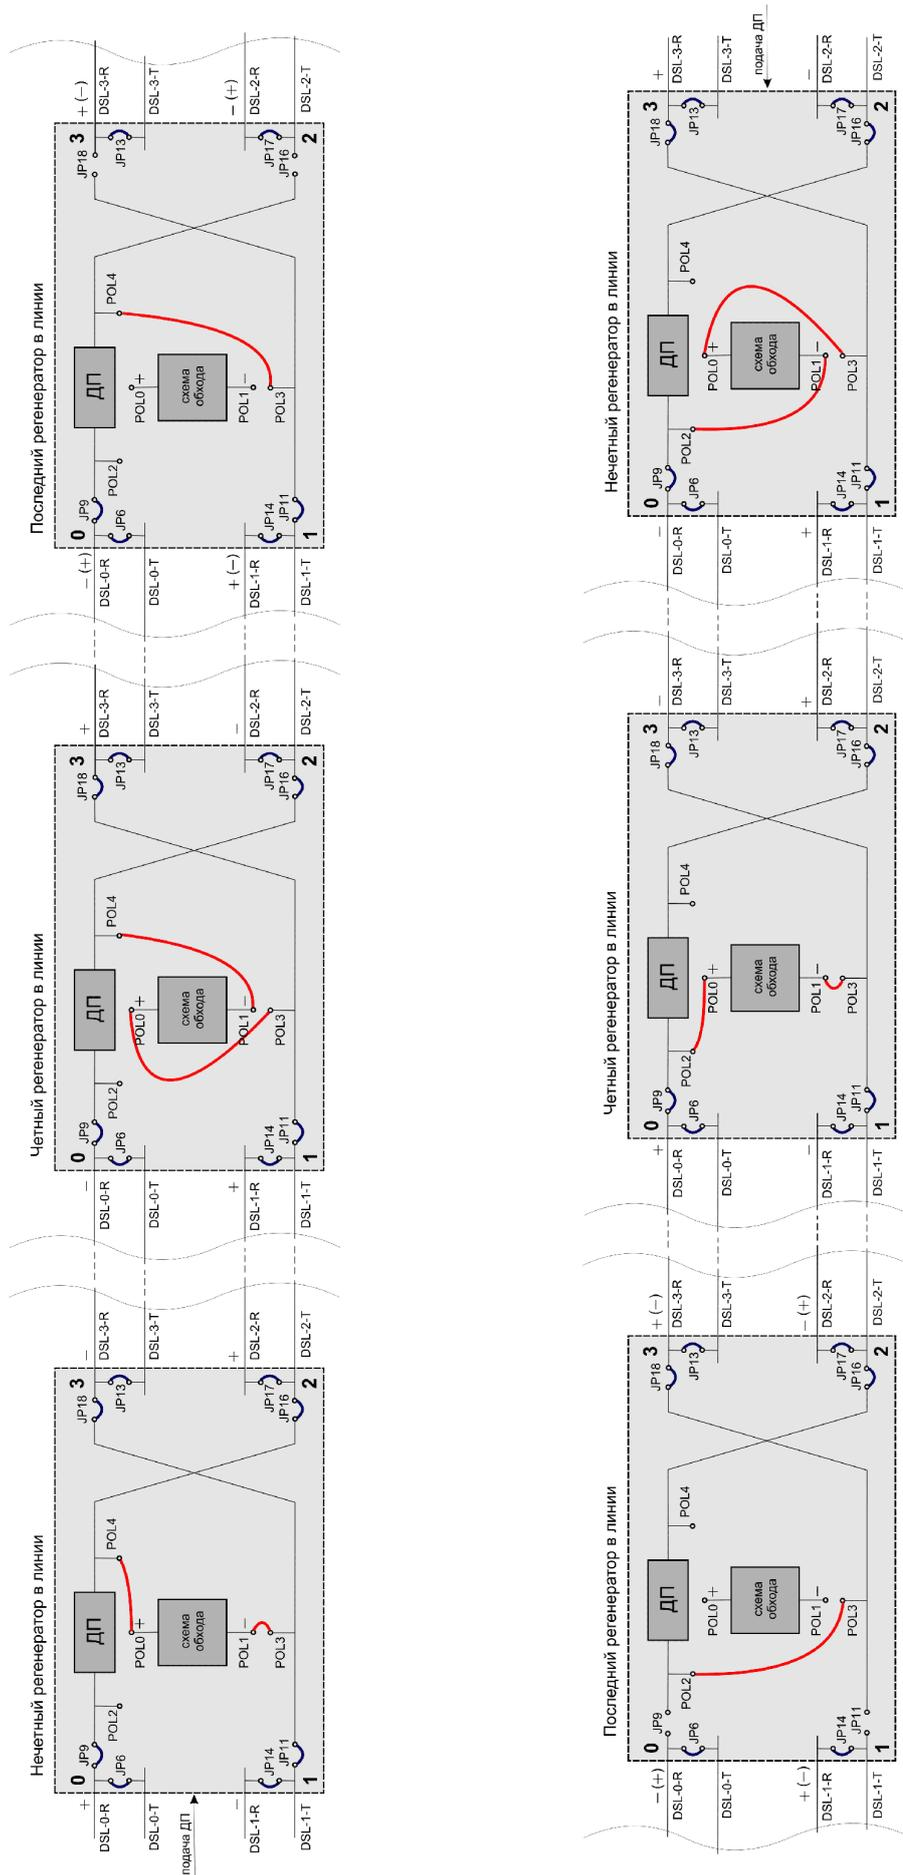

Рисунок 8 – Подключение схемы обхода регенераторов при двухпарном режиме работы для различных способов подачи ДП.
**При двухпарной схеме питания на последнем в цепи ДП регенераторе не устанавливать перемычки JP16, JP18 при питании со стороны интерфейсов DSL0, DSL1 или JP9, JP11 при питании со стороны интерфейсов DSL2, DSL3 (см. рис. 8).